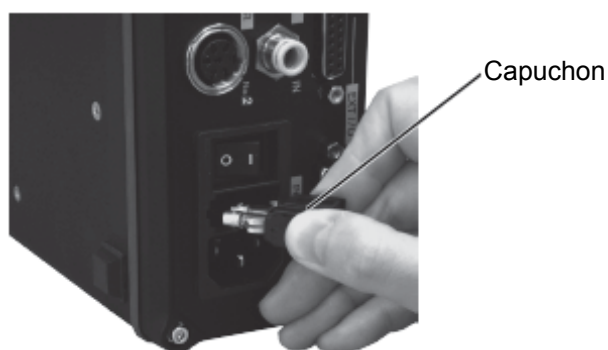
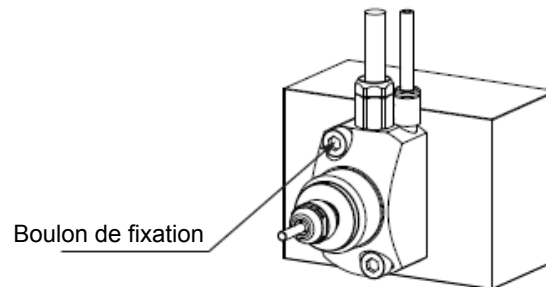

Fig. 7
Fig. 27
- (1) Insérez la section de diamètre du coffret de l'axe moteur dans l'orifice de plaque de l'outil de la machine.
- (2) Fixez l'axe moteur via les fraises (2 endroits) sur la face de l'épaulement à l'aide de boulons, comme illustré dans le Mode d'emploi de l'axe moteur aux Fig. 2, Fig. 4, Fig. 6 et Fig. 7. Cf. tableau 1 et Fig. 27.